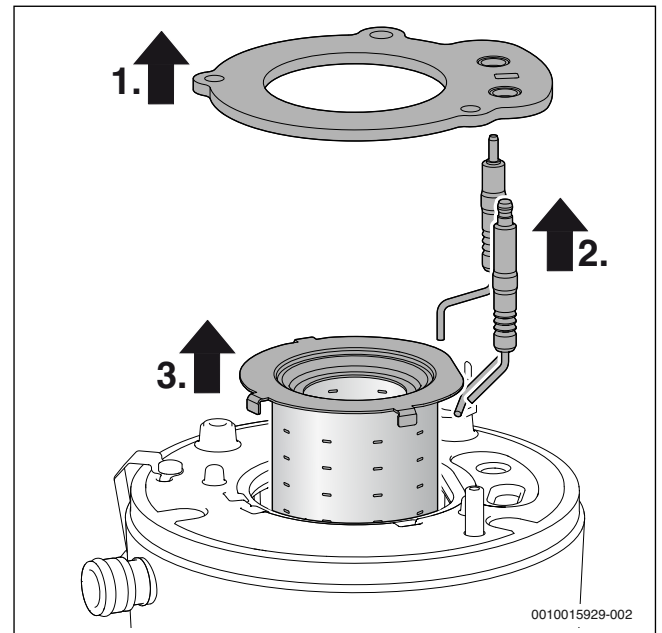

Fig. 44 Estrazione del bruciatore
- ▶ Ad ogni apertura del bruciatore sostituire la guarnizione del bruciatore (→ fig. 44, pos. [1]) e tutte le altre guarnizioni interessate dall'operazione. (Durata massima della guarnizione del bruciatore: 7,5 anni)